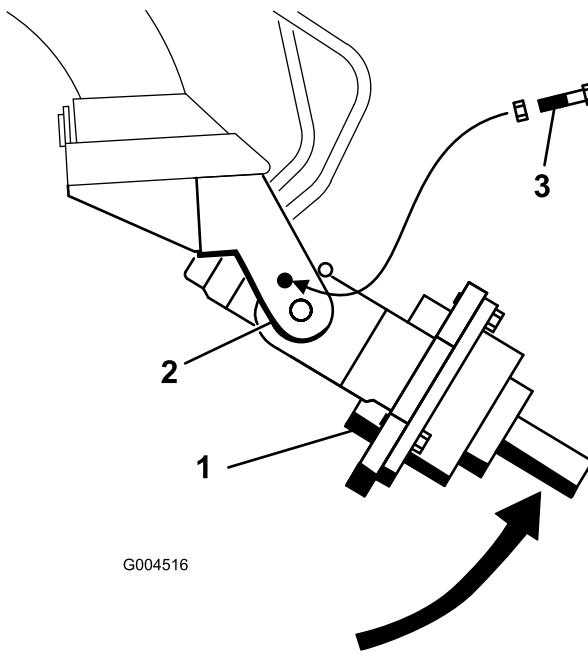

Figura 5
- Ruotate manualmente la testata motrice della trivella verso l'alto, fino a quando non potete far scorrere un bullone (1/2 x 2-1/2 poll.) nel foro del braccio della base anteriore, fissando la testata motrice. Serrate senza stringere il bullone con un dado flangiato (1/2 poll.) (Figura 5).